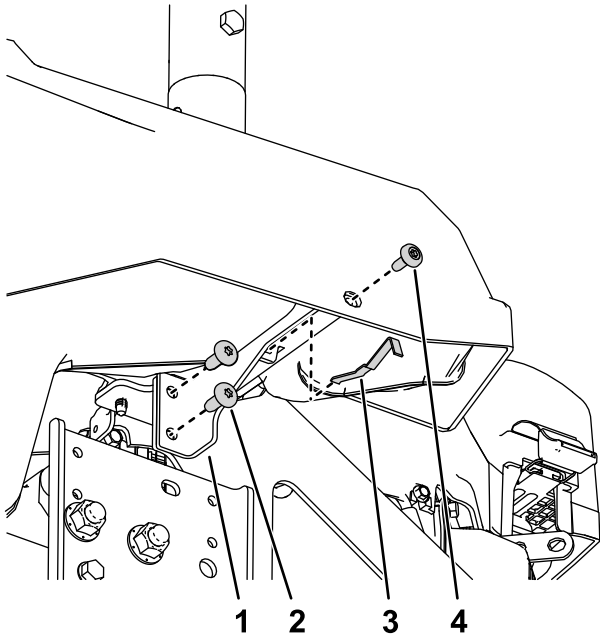

Bild 9
- Montieren Sie die linke Halterung der Verkleidung mit zwei selbstschneidenden Schrauben (5/16" x 3/4") am Maschinenrahmen und den in 1 Vorbereiten der Maschine \(Seite 4\) entfernten Teilen, wie in Bild 9. dargestellt.